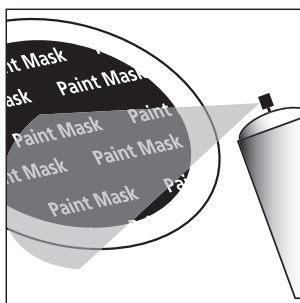

FIGURE 7
1. Apply paint to exposed (unmasked parts). Use two or more thin coats. Spray painting is recommended [figure 7].
1. Peignez les parties non masquées. Appliquez deux fines couches ou plus. La peinture en aérosol est recommandée [figure 7].